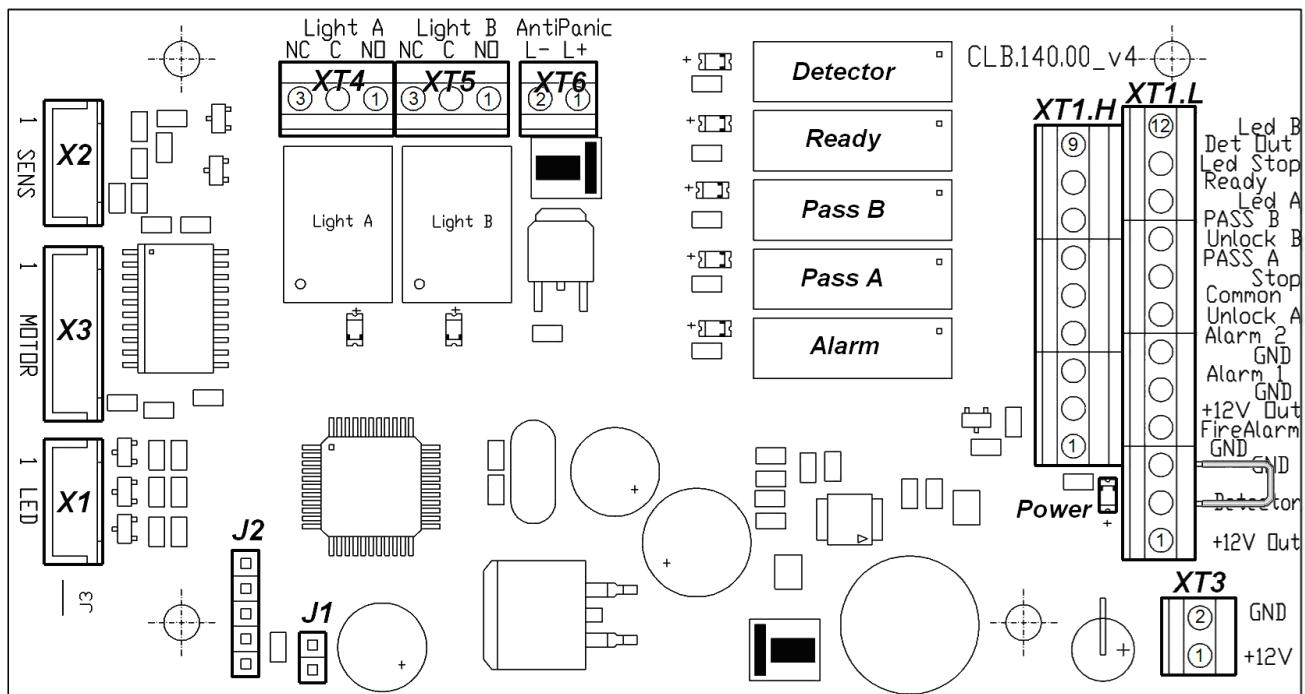

Рисунок 5. Внешний вид платы управления
ПДУ подключается к плате управления гибким многожильным кабелем (12) через клеммную колодку **XT1.L** (см. рис. 5 и 12).
Изменить ориентацию ПДУ относительно установки турникета (если по месту установки турникет обращен к оператору не лицевой, а тыльной стороной) можно, поменяв местами провода от ПДУ, подключаемые на контакты *Unlock A* и *Unlock B*, а также *Led A* и *Led B* соответственно (см. рис. 5 и 12).
Общий вид платы управления показан на рис. 5.
Подключение указанных устройств производится с помощью кабеля (5) к соответствующим клеммным колодкам **XT1.L** и **XT1.H** платы управления в соответствии со схемой электрических соединений (см. рис. 5 и 12).
Обозначения установленных на плате управления клеммных колодок и назначение их контактов показаны на рис. 5.
Факт срабатывания/отпускания реле *PASS A*, *PASS B*, *Ready*, *Detector* и *Alarm* можно определить по загоранию/гашению красных индикаторов, которые установлены вблизи указанных реле (см. рис. 5).
Режим управления определяется наличием перемычки на разъеме *J1* (расположение разъема *J1* показано на рис. 5 и на наклейке, расположенной на внутренней поверхности крышки с блоком индикации (2): перемычка установлена – импульсный режим управления, перемычка снята – потенциальный режим управления). При поставке перемычка установлена.
Подключение ДКЗП производится к контактам, клеммной колодке **XT1.L**, а сирены клеммной колодки **XT1.H** платы управления согласно схеме электрических соединений (см. рис. 5 и 12). ДКЗП должен иметь нормально-замкнутые контакты.
На контакты *Det Out* и *Common* клеммной колодки **XT1.H** платы управления (рис. 5) всегда транслируется сигнал о текущем состоянии ДКЗП.
Подключение устройства, подающего команду аварийного открытия прохода, производится к клеммной колодке **XT1.L** платы управления согласно схеме электрических соединений (см. рис. 5 и 12). Если вход *Fire Alarm* не используется, то необходимо установить перемычку между контактами *Fire Alarm* и *GND*. При поставке данная перемычка установлена.